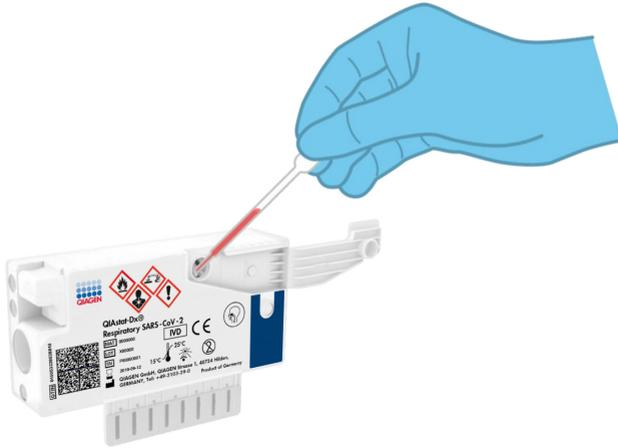

Figura 21. Trasferimento del campione alla porta principale della QIAstat-Dx Respiratory SARS-CoV-2 Panel Cartridge.
6. Trasferire con attenzione 300 μ l di volume campione nella porta principale della QIAstat-Dx Respiratory SARS-CoV-2 Panel Cartridge utilizzando la pipetta di trasferimento monouso (Figura 21, pagina successiva).